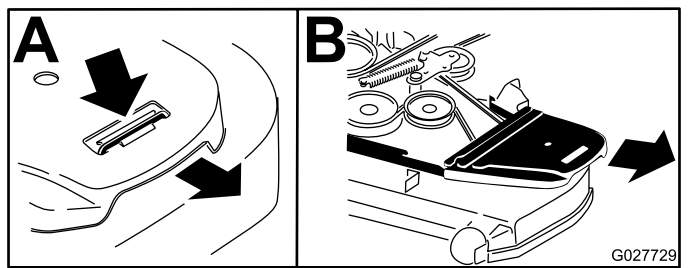

Figure 86
6. Déposez les protège-courroies (Figure 86).